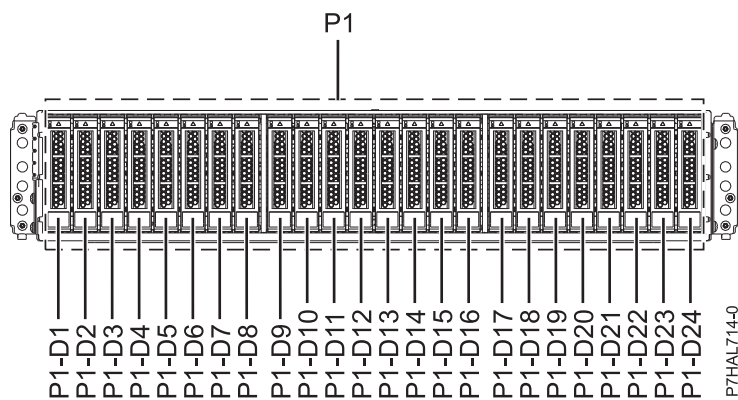
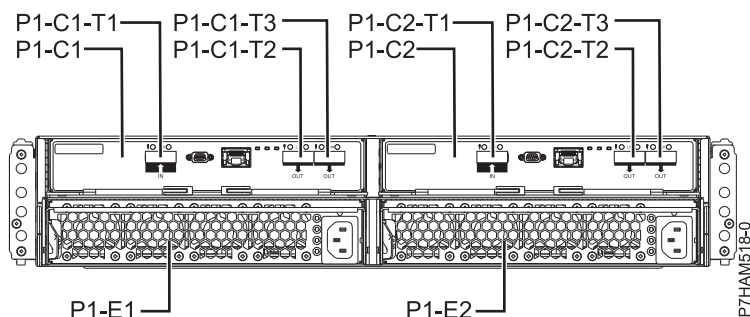

Figura 38. Vista frontal del model allotjament d'unitats de disc 5887 que mostra les ubicacions de les unitats de disc
Figura 39. Vista posterior de l'al·lotjament d'unitats de disc 5887
3. Identifiqueu la peça i l'allotjament amb què voleu treballar. Les ranures de les unitats de disc i SSD es troben a la part frontal de l'allotjament. A la Figura 38 i a la Figura 39 a la pàgina 41 es mostra la vista frontal i la pista posterior de l'allotjament i les ubicacions de la unitat de disc a l'allotjament.